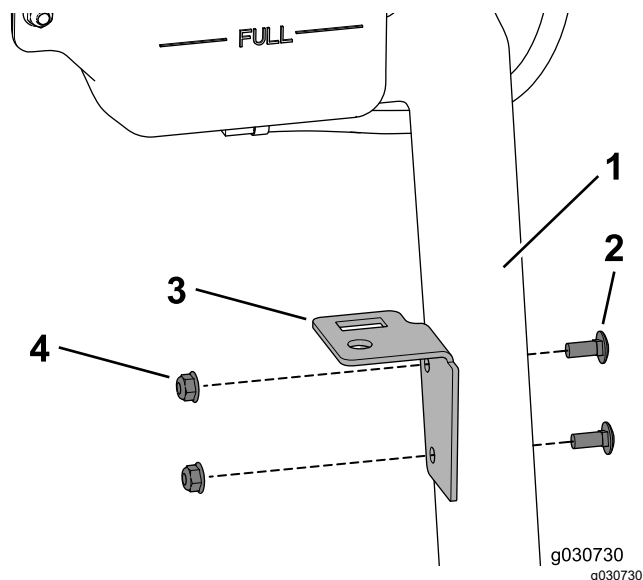

Рисунок 43
1. Используйте два каретных болта (5/16 x 3/4 дюйма) и две фланцевые гайки (5/16 дюйма) для закрепления пластины бачка на опоре бачка охлаждающей жидкости (Рисунок 43).